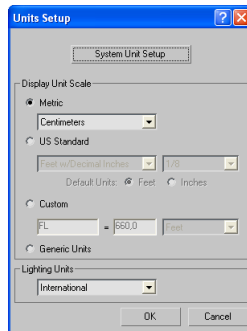

Abbildung 1: über Customize wird das Units Setup aufgerufen.
1. über **Customize** wird das **Units Setup** aufgerufen. Dort für **Display Unit Scale** die Einstellung **Metric** mit der Option **Centimeter** wählen (siehe Abbildung 1).